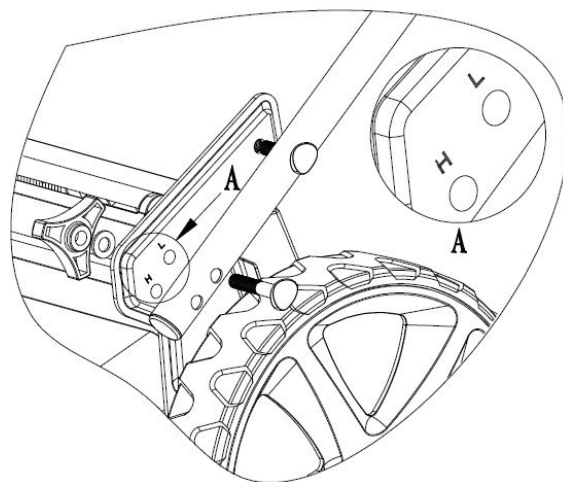

Abb. 2
2. Die Bohrung «H» entspricht der oberen Position des Lenkers, und die Bohrung «L» der unteren Position des Lenkers. (Siehe Abb. 2)